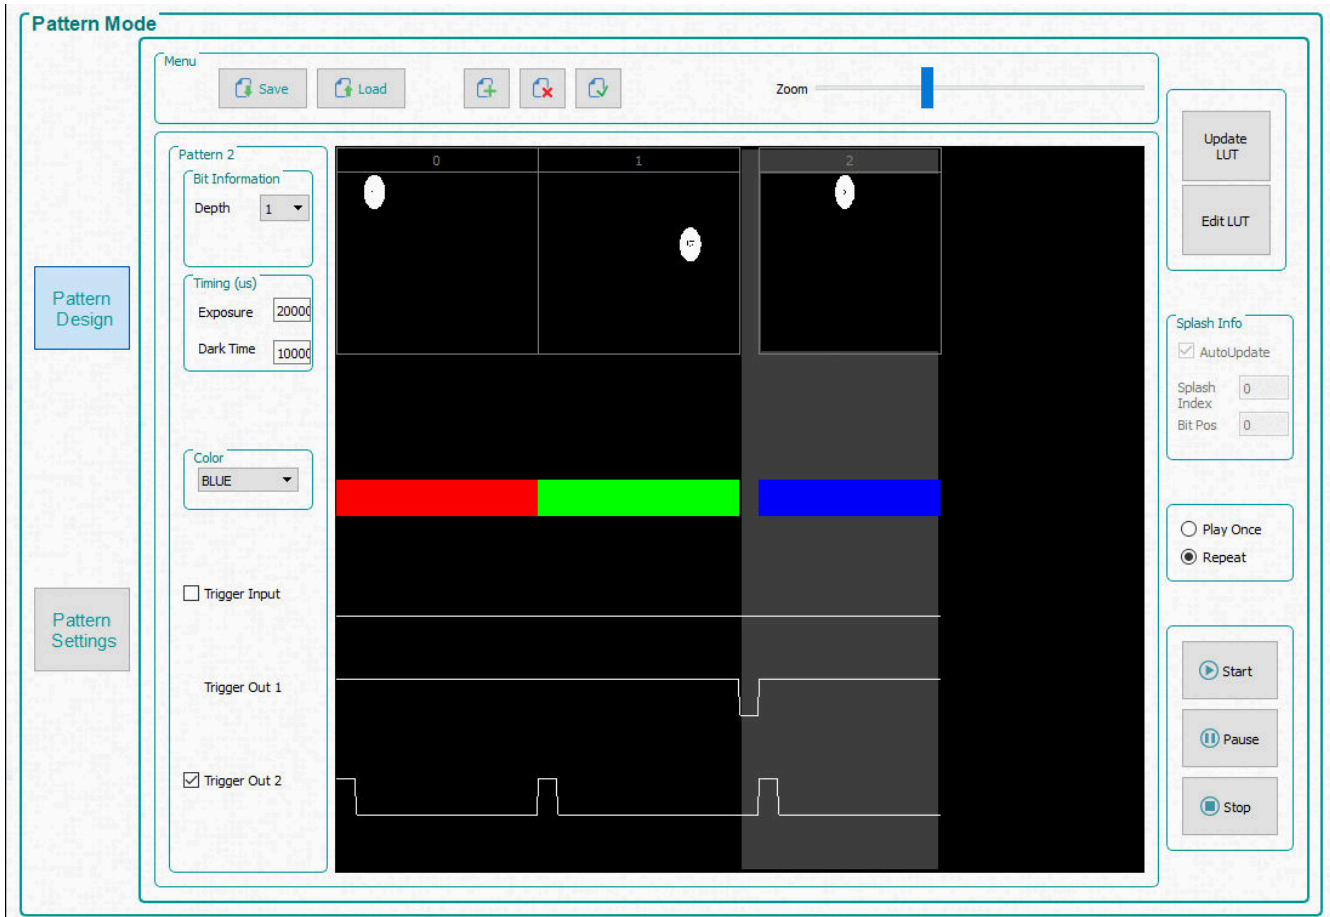

图 2-2. 简单的三个图案序列
在接下来的三个步骤中，所选图案由浅灰色选择区域表示。请参阅图 2-2，其中显示了所选的第三个图案（图案 2）。
5. 选择第三个图案，并选择位深度案 1。将曝光时间设置为 200,000 μ s，将暗时间设置为 100,000 μ s，并选择 **Blue** 颜色。图 2-2 显示了图案序列。